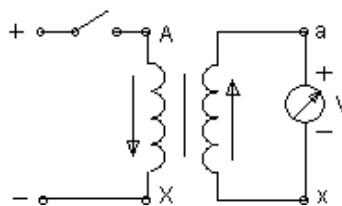
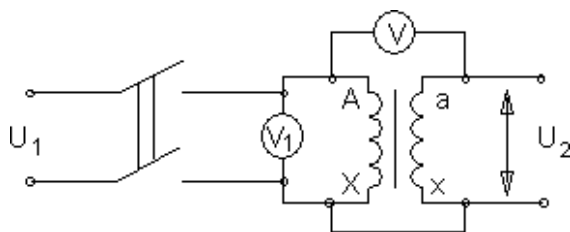

Рисунок 3
Рисунок 4
Определение однополярных выводов силовых и измерительных трансформаторов производится по схеме Рис.3. В отличие от маркировки двигателя отклонение стрелки гальванометра должно происходить вправо. В качестве гальванометров используются грубые гальванометры или милливольтметры.
В случае отсутствия источника постоянного напряжения для проверки правильности маркировки трансформатора можно использовать имеющееся переменное напряжение. Для этого необходимо подать $\sim U$ на первичную обмотку трансформатора, предварительно соединить один из выводов первичной обмотки с одним из выводов вторичной обмотки (Рис.4). Затем измеряют напряжение на первичной обмотке, подключив вольтметр к выводам А и Х. После этого измеряют напряжение между несоединёнными выводами обеих обмоток (по рис.4 это выводы А и а). Если напряжение между выводами А и а будет меньше напряжения между выводами А и Х, то обмотки соединены между собой одноимёнными выводами и наоборот.
2. Определить однополярные выводы трансформатора двумя способами, собрав схемы по рис.3 и рис.4.